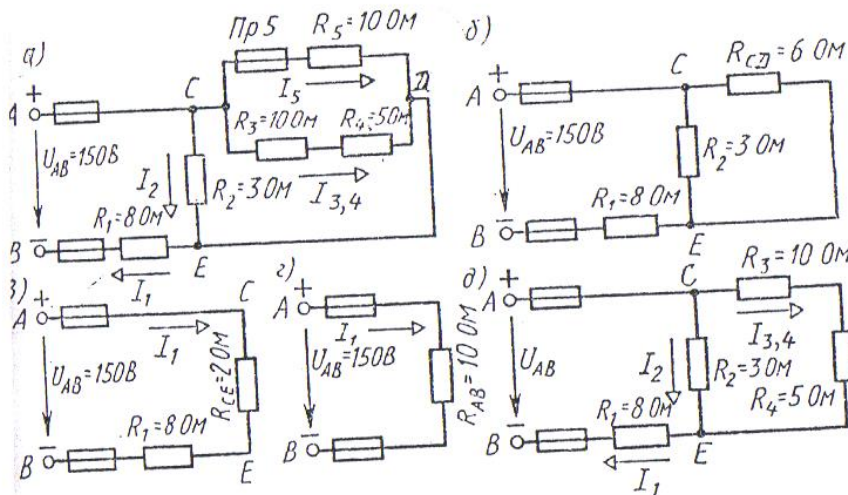

Рис. 2
1) Для схемы, приведенной на рис.2, определить эквивалентное сопротивление цепи  $Z_{AB}$ , токи в каждом резисторе, а также расход электроэнергии цепью за 8 ч работы.
1. Определяем общее сопротивление разветвления  $R_{CD}$ , учитывая, что резисторы  $R_3$  и  $R_4$  соединены последовательно между собой, а с резистором  $R_5$  — параллельно:  $R_{CD} = (R_3 + R_4) \parallel R_5 = (10 + 5) \parallel 10 = 6 \text{ Ом}$  (рис. 2, б).
2. Определяем общее сопротивление цепи относительно вводов  $CE$ . Резисторы  $R_{CD}$  и  $R_2$  включены параллельно, поэтому  $R_{CE} = R_{CD} \parallel R_2 + R_1 = 6 \parallel 3 + 8 = 2 \text{ Ом}$  (рис. 2, в).
3. Находим эквивалентное сопротивление всей цепи:  $R_{AB} = R_1 + R_{CE} = 8 + 2 = 10 \text{ Ом}$  (рис. 2, г).